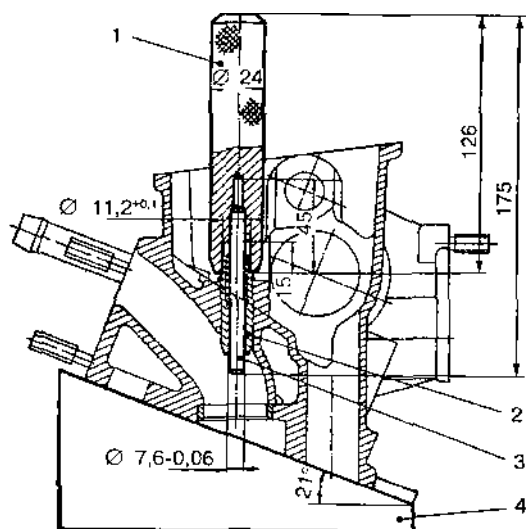

Рис. 2.15.2. Оправка М9840-748 для запрессовки направляющих втулок клапанов:
2. Установить стопорное кольцо в канавку направляющей втулки. Нагреть головку до температуры 165-175 °С и оправкой М9840-748 запрессовать в отверстие головки цилиндров новую направляющую втулку ремонтного размера (большую по наружному и меньшую по внутреннему диаметрам) до упора стопорного кольца в плоскость головки (рис. 2.15.2).